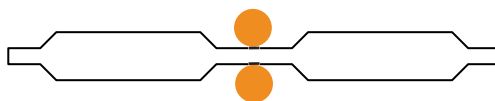

Fig 1. Tværsnit af montageprofil
- Turbo Tack 291 påføres i to strenge, en på hver side af montageprofilen, se fig. 1. Limen bruges både til lodrette og vandrette profiler.